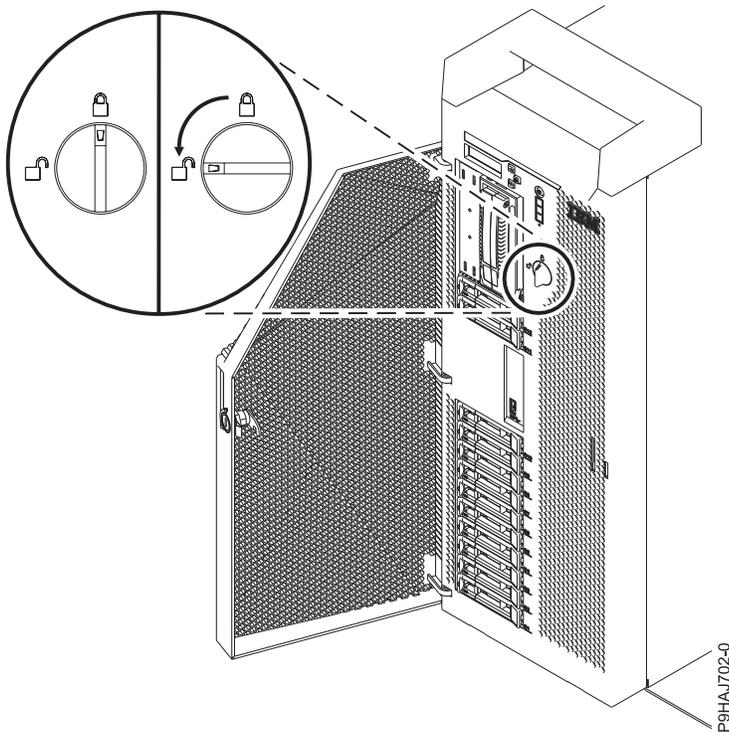

Figure 40. Ouverture du loquet de couvercle avant
3. Tournez le loquet du couvercle vers la gauche (dans le sens contraire des aiguilles d'une montre) afin de déverrouiller le loquet, comme illustré dans la figure 40, à la page 64. Vertical correspond à la position verrouillée ; horizontal correspond à la position déverrouillée.